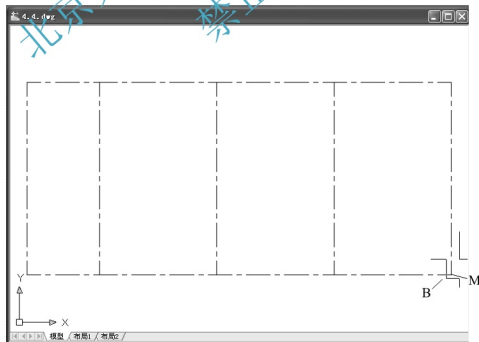

图 4.8 绘制矩形的左下角点
③ 在指定第一个角点或 [倒角(C)/标高(E)/圆角(F)/厚度(T)/宽度(W)]: _from 基点: <偏移>: 提示下，输入矩形左下角点 B 相对于基点 M 的坐标“@-150, -120”，结果如图 4.8 所示，这样就绘出了矩形的左下角点 B。